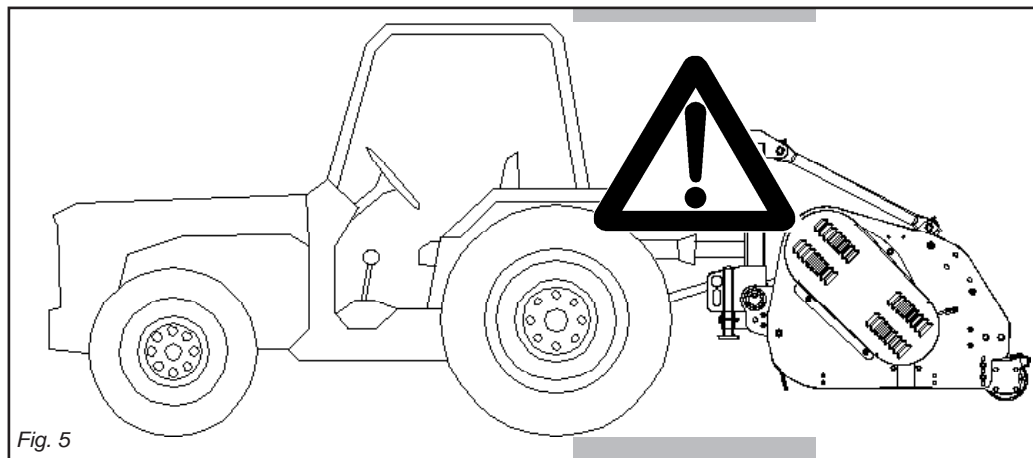

Fig. 5
- 27)** È assolutamente vietato interporsi tra il trattore e la macchina (Fig. 5) con motore acceso e cardano inserito nonché senza aver azionato il freno di stazionamento.
- 30)** È assolutamente vietato interporsi fra il trattore e l'attacco della macchina per manovrare il comando dall'esterno per il sollevamento (Fig. 5).
- 27)** *Det er strengt forbudt at gå ind mellem traktoren og maskinen (Fig. 5) mens motoren er tændt og kardanakslens koblet til og uden at have trukket håndbremsen og have blokeret hjulene med en klods eller en stor sten.
- 30)** *Det er strengt forbudt at gå ind mellem traktoren og tilkoblingen til maskinen for at styre liften udefra (Fig. 5).*